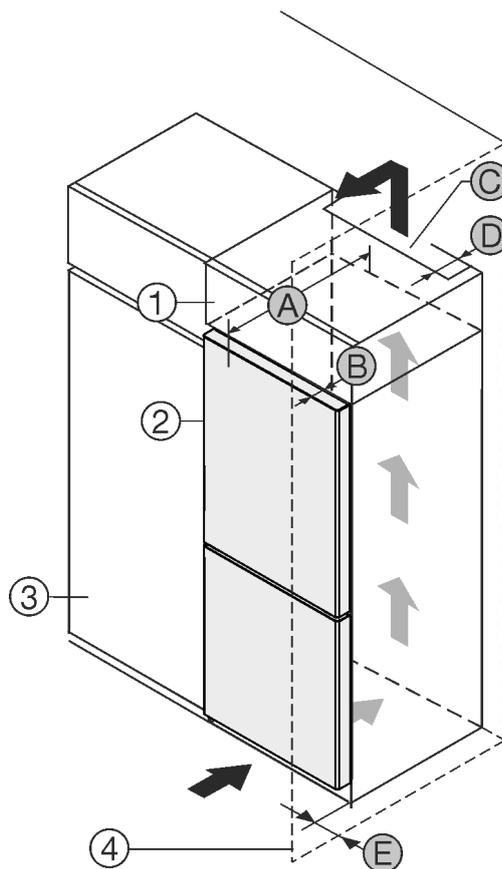

Fig. 1
Prietaisą galite statyti iš karto šalia virtuvės spintelės Fig. 1 (3)\*.
Galiniėje uždedamos spintelės pusėje turi likti tarpas ventiliacijai, kurio gylis *Fig. 1 (D)* būtų per visą uždedamos spintelės plotį.\*
Po patalpos lubomis turi būti laikomasi vėdinimo angos skerspjūvio *Fig. 1 (C)*.\*
Jei prietaisas su lankstais statomas greta sienos *Fig. 1 (4)*, mažiausias atstumas tarp prietaiso ir sienos turi būti 13 mm.\*
Jei prietaisas su lankstais statomas greta sienos *Fig. 1 (4)*, mažiausias atstumas tarp prietaiso ir sienos turi būti 20 mm.\*
Kad durys atsidarytų iki galo, palyginti su šaldytuvo priekiu, prietaisas turi išsikišti bent per savo durų gylį *Fig. 1 (B)*. Priklausomai nuo virtuvės spintelių *Fig. 1 (3)* gylio ir atstumų iki sienos nustatančių detalių naudojimo, prietaisas gali išsikišti daugiau.\*